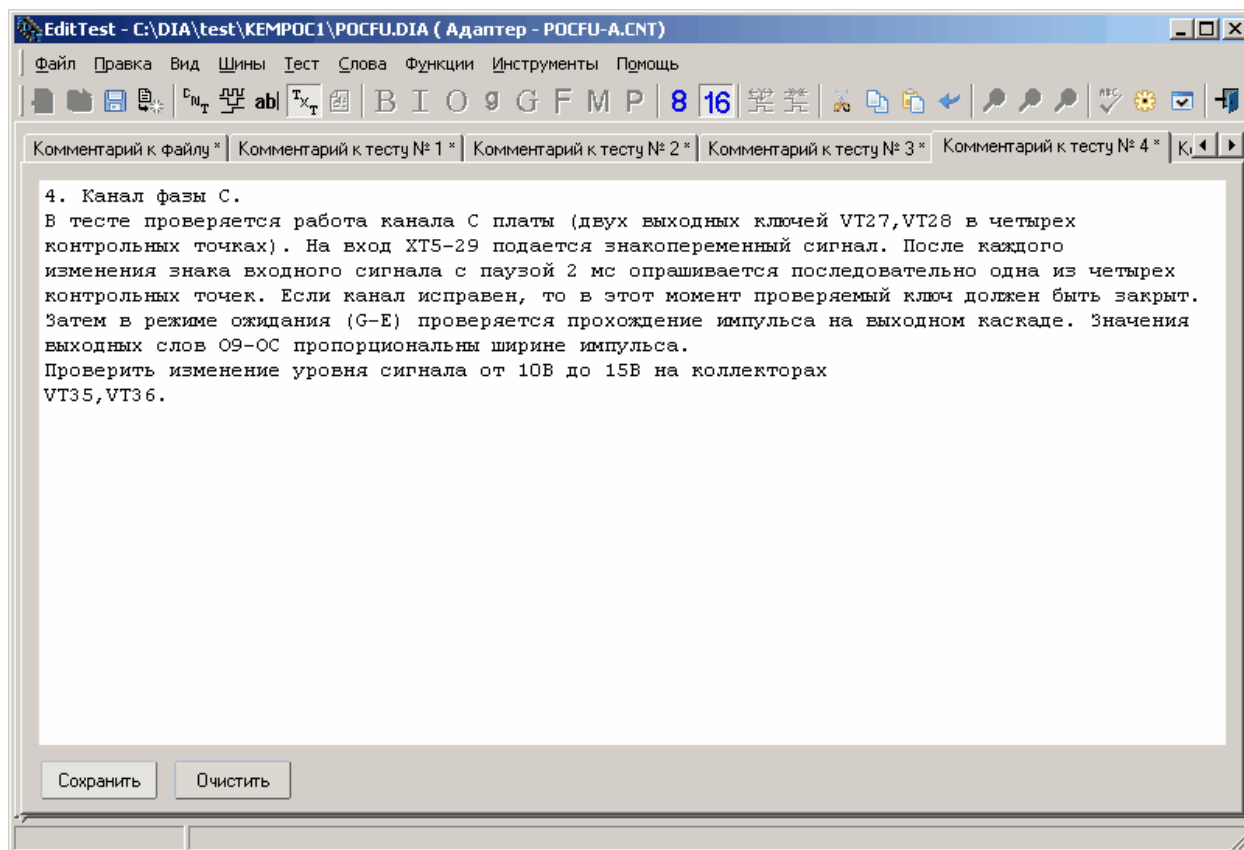

Рис. 3
- **файл комментариев**  – выводит окно редактора комментариев. В этом режиме возможно задавать общие комментарии к тестовому файлу и к каждому тесту в отдельности (рис. 3);